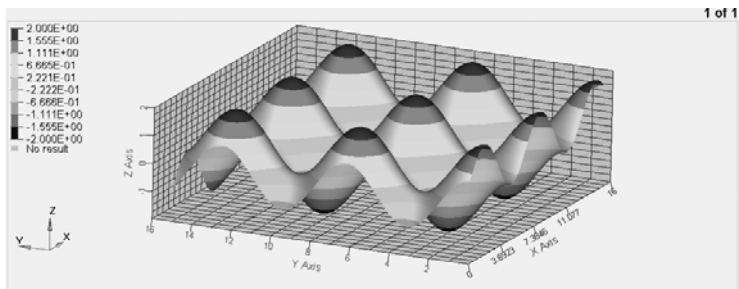

图 13-122 生成云图
- (1) 单击 Curve Attributes () 按钮激活面板。
- (2) 激活 Surface 标签。
- (3) 单击 Display mode 选项下的 () 按钮，改变曲面的显示模式。
- (4) 单击 () 按钮，将曲面设置为透明显示模式。
- (5) 将显示模式还原为原来状态。
- (6) 勾选 Contour 复选框。
- (7) 单击 Expressions = 下拉菜单，选择 Z 坐标轴。
- (8) 重复上一步，选择 Y 坐标轴，结果如图 13-122 所示。